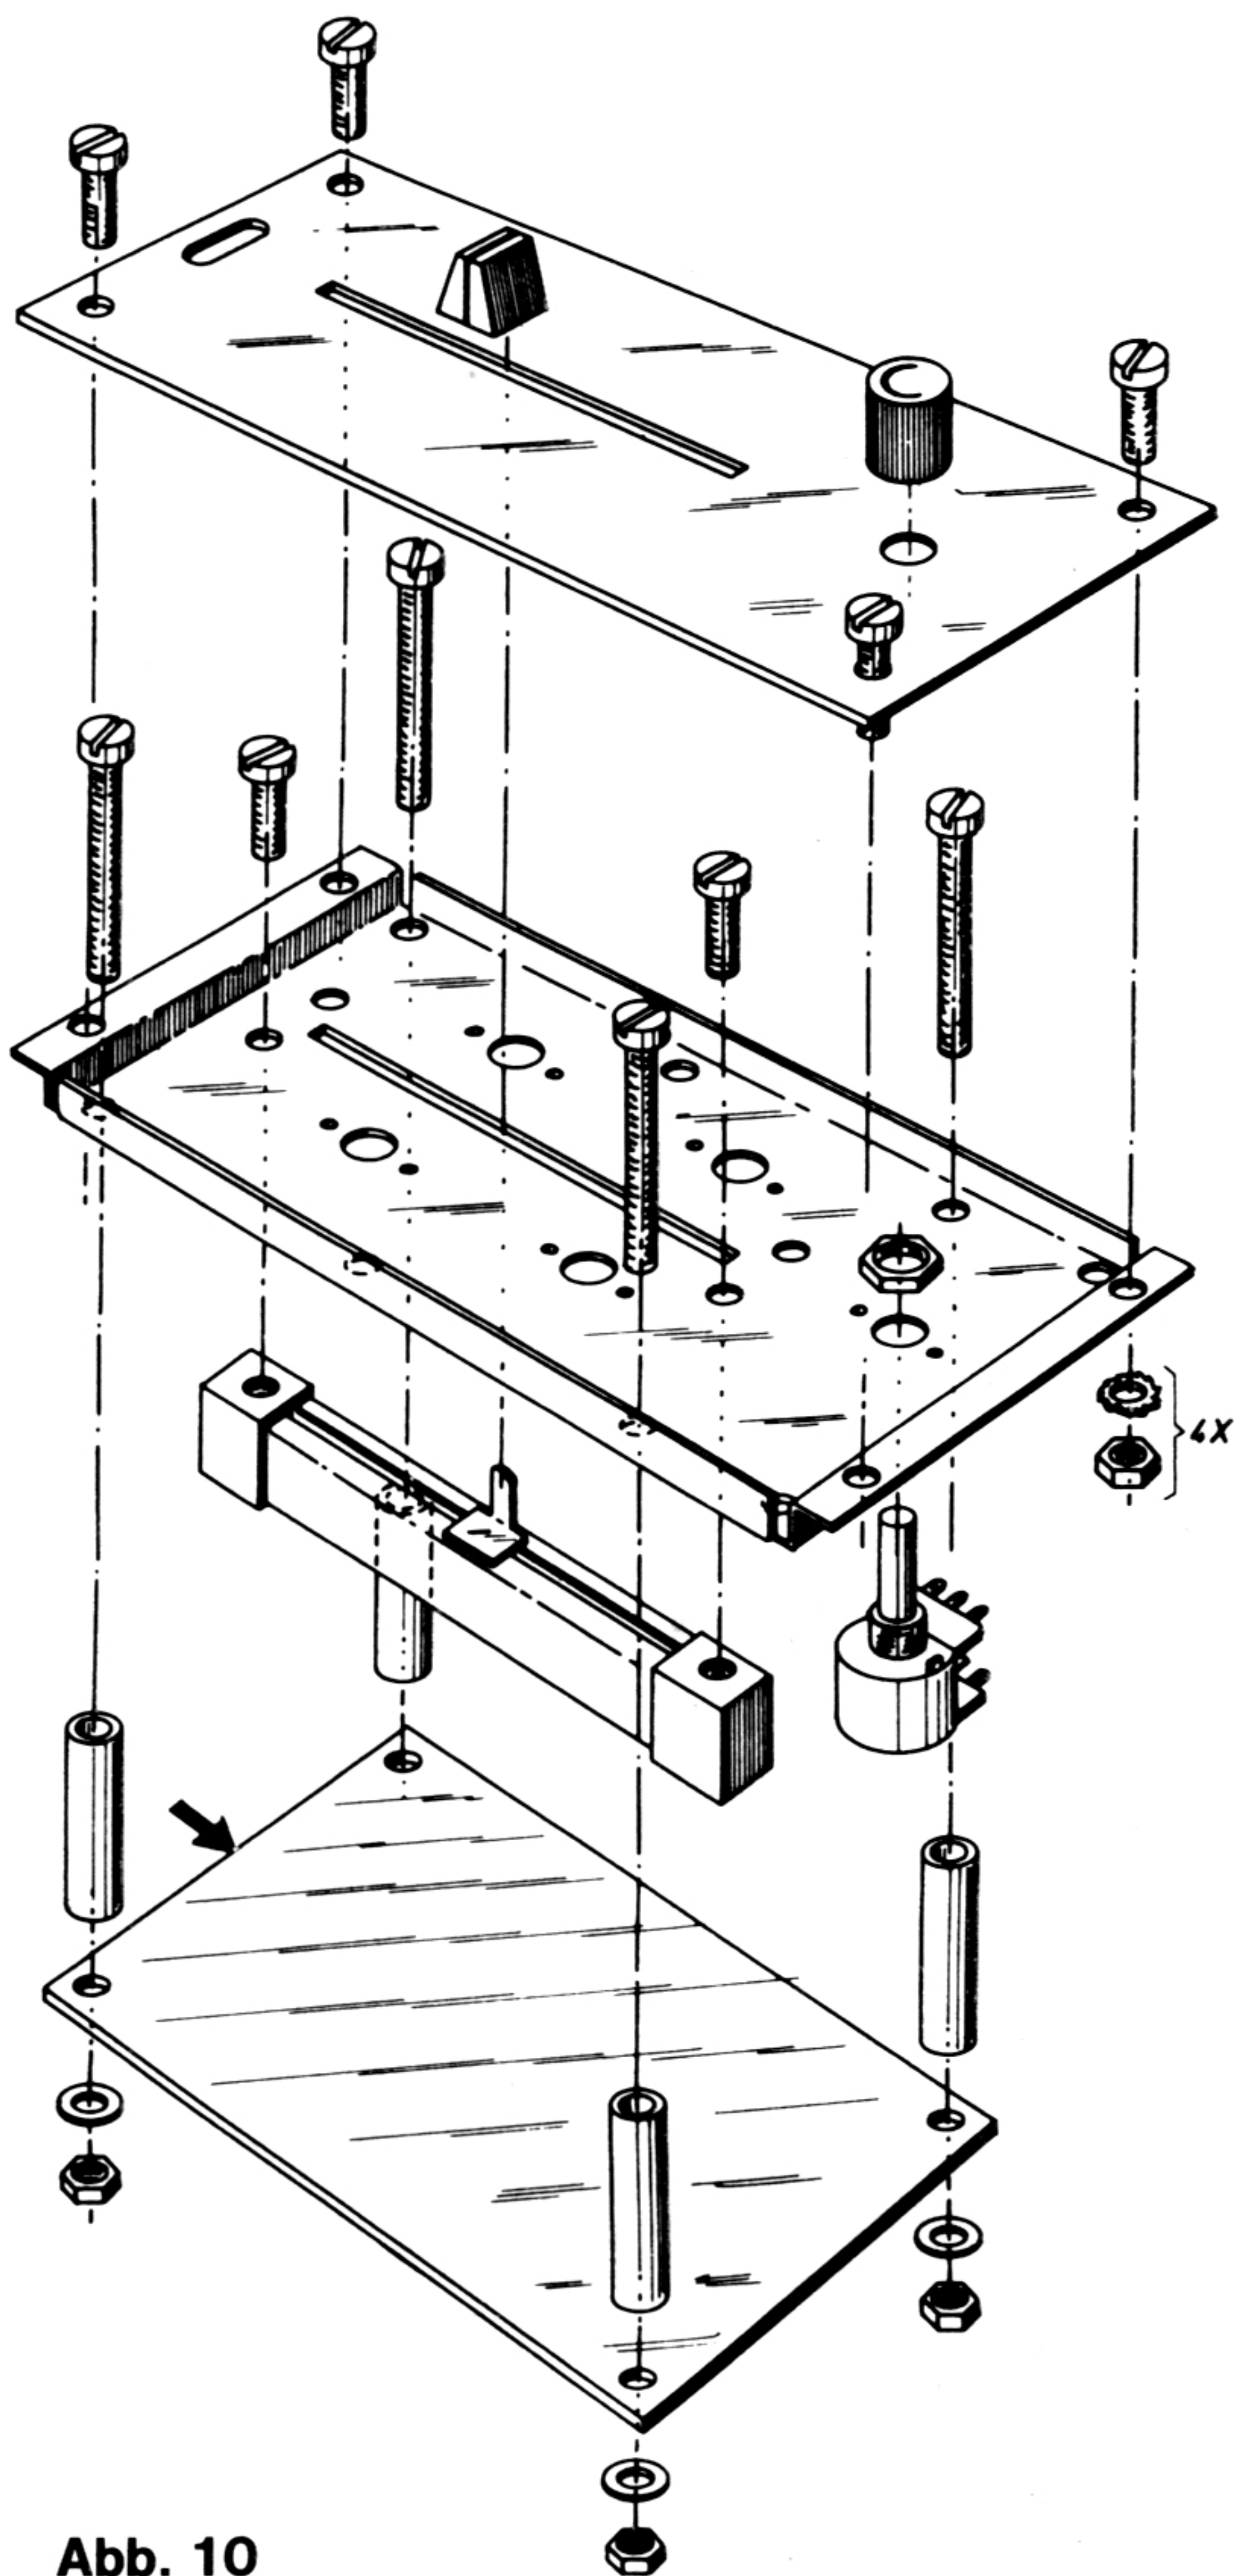
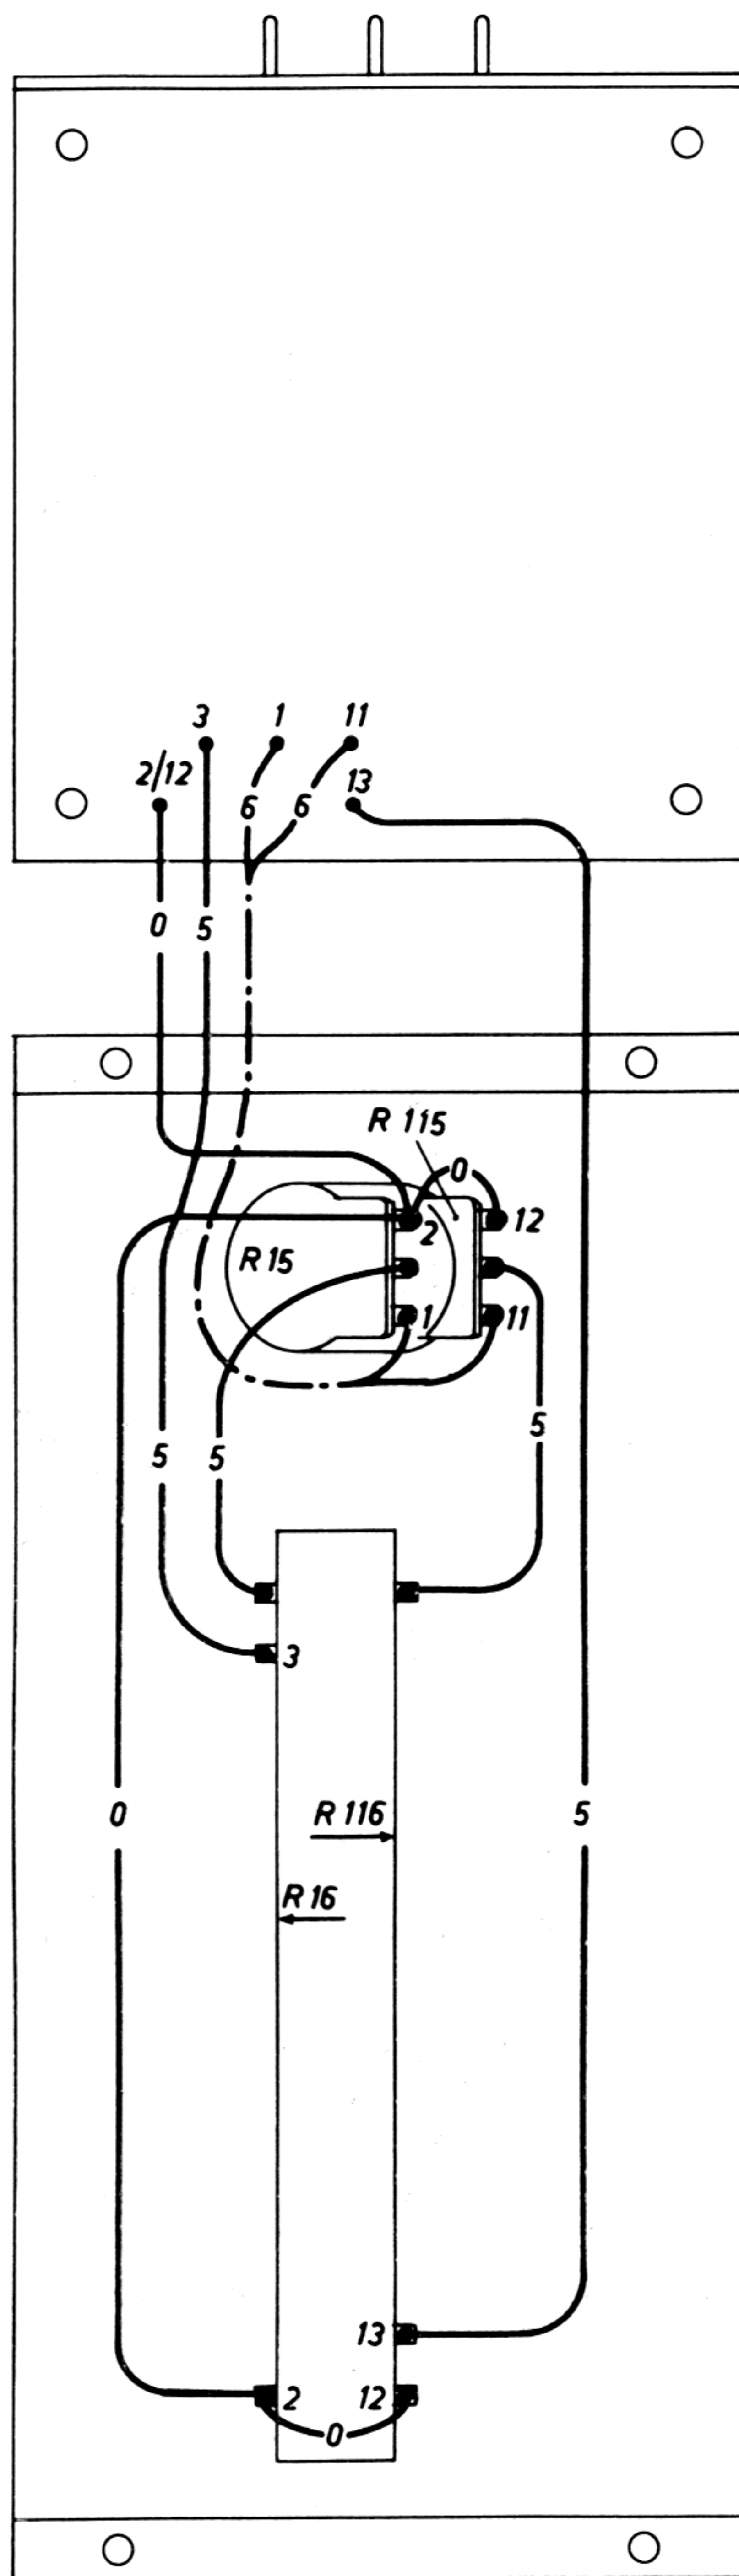

Abb. 10
Abb. 11
1. Montieren Sie das Schiebepotentiometer R 16/R 116 auf die Montageplatte nach Abb. 10. Achten Sie genau auf die richtige Lage, die sowohl an den Schrauben in den dafür vorgesehenen Löchern als auch an den Lötlaschen aus Abb. 11 zu ersehen ist. Verwenden Sie für die Befestigung M 3  $\times$  12 Schrauben, die in die im Potentiometergehäuse vorhandenen Gewinde gedreht werden. Die Lötlaschen des Potentiometergehäuses werden seitlich abgebogen.
2. Befestigen Sie das Drehpotentiometer R 15/R 115 mit der beiliegenden großen Mutter. Achten Sie darauf, daß die Verriegelungsnocke am Gehäuse des Potentiometers in dem dafür vorgesehenen Loch sitzt. Die Lage der Lötlaschen ist dann aus Abb. 11 zu ersehen.
3. Die Verdrahtung zwischen den Potentiometern und der gedruckten Schaltung ist in Abb. 11 dargestellt. Teile dieser Verbindungen sind als Kabelbaum mit gestrichelten Linien gezeichnet. Die Nummern der Lötösen auf der gedruckten Schaltung, wie 1, 3, 2 usw., finden Sie ebenfalls unten in Abb. 11 bei den Lötlaschen der Potentiometer, mit denen diese verbunden werden müssen. Die Drahtfarben entsprechen den Ziffern der gezeichneten Verbindungen und sind dem Farbcode für Widerstände entnommen.
6. Legen Sie die gedruckte Schaltung so neben die Montageplatte, wie dies in Abb. 11 angegeben ist. Schließen Sie die Drähte, die von der gedruckten Schaltung kommen (siehe Punkt 4), an die richtigen Lötlaschen der Potentiometer R 15/R 115 und R 16/R 116 an. Die Lage der Drähte ist in der Abb. eingezeichnet. Vergessen Sie nicht die Verbindungen zwischen 2-R 15 und 12-R 115 sowie 2-R 16 und 12-R 116.
7. Befestigen Sie die gedruckte Schaltung an der Montageplatte gemäß Abb. 10 mit langen Schrauben, Distanzhülsen, Zahnscheiben und Muttern. Die Verdrahtung darf nicht eingeklemmt werden. Der Pfeil in Abb. 10 bezeichnet die Seite der gedruckten Schaltung mit den drei Steckerstiften, die Positionsdruckseite liegt unten.
8. Kleben Sie auf den unteren Rand der Montageplatte, dies ist die linke Seite in Abb. 10, die beiliegende Anschrift „PU“ (evtl. mit Folgenummer), und zwar so, daß sie später genau unter dem ovalen Schlitz der Frontplatte liegt.